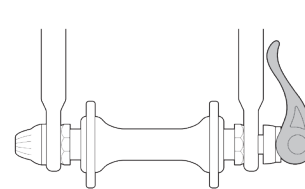
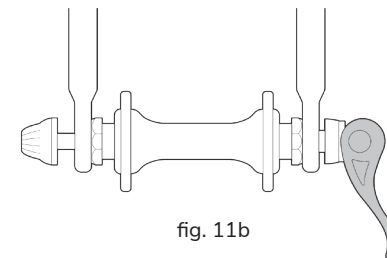
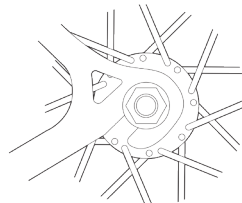

fig. 11a
fig. 11b
fig. 13
2. Falls Ihr Fahrrad über ein Vorderradhaltesystem mit Spannmechanismus verfügt (Schnellspannmechanismus), bewegen Sie bitte den Spannerhebel von der Position "verriegelt" oder "GESCHLOSSEN" in die Position "OFFEN" (Abb. 11a, Abb. 11b). Gehen Sie anschließend zu Schritt (4) über.
1. Falls Ihr Fahrrad über ein Vorderradhaltesystem mit Spannmechanismus (Schnellspannmechanismus) verfügt, bewegen Sie bitte den Spannerhebel vom Rad weg (Abb. 11b). Der Hebel befindet sich somit in der Position "OFFEN". Sollte Ihr Fahrrad über ein Haltesystem mit Steckschraube oder anschraubbarem Vorderrad verfügen, gehen Sie bitte zum nächsten Schritt über.
3. Sollten Sie über einen traditionellen Spannmechanismus verfügen, halten Sie den Spannerhebel mit Ihrer rechten Hand in der Position "OFFEN" (Abb. 11b) und ziehen Sie gleichzeitig die Stellmutter mit Ihrer linken Hand an, bis diese handfest angezogen gegen den Gabel-Dropout drückt (Abb. 8a). Bei einem Spanner-und-Außenring-System rasten die Stellmutter und der Außenring im versenkten Bereich der Gabel-Dropouts ein, sodass keinerlei Einstellung erforderlich sein müsste.
- (a) Bei einem Spannsystem (Schnellspannsystem) muss der Spannerhebel nach oben bewegt und in die Position "GESCHLOSSEN" geschwenkt werden (Abb. 11a). Der Hebel sollte nun parallel zum Gabelblatt und in Richtung des Rads gebogen sein. Damit Sie ausreichend Spannkraft anwenden können, sollten Sie Ihre Finger zwecks Hebelwirkung um das Gabelblatt legen. Zudem sollte der Hebel einen klaren Abdruck auf Ihrer Handfläche hinterlassen.
4. Bei einem Spannmechanismus muss der Hebel des Schnellspanners in die Position "OFFEN" geschwenkt werden (Abb. 11b). Lösen Sie bei einem Steckschrauben- oder Anschraubmechanismus das/die Befestigungselement(e) mit einem geeigneten Schraubenschlüssel, alternativ den Spannkopf oder den integrierten Hebel (Abb. 12); schieben Sie das Rad anschließend so weit nach vorn, dass Sie die Kette aus dem Ritzel nehmen können.
1. Bei einem Spannsystem (Schnellspannsystem) muss der Spannerhebel in die Position "OFFEN" geschwenkt werden (Abb. 11b). Der Hebel sollte sich auf der Seite des Rads befinden, die entgegengesetzt dem Schaltwerk und dem Leerlaufritzel liegt.
6. Bei einem Spannsystem (Schnellspannsystem) muss der Spannerhebel nach oben bewegt und in die Position "GESCHLOSSEN" geschwenkt werden (Abb. 11a). Der Hebel sollte nun parallel zu den Sitzstreben oder zur Kettenstrebe und in Richtung des Rads gebogen sein (Abb. 13). Damit Sie ausreichend Spannkraft anwenden können, sollten Sie Ihre Finger zwecks Hebelwirkung um das Gabelblatt legen. Der Hebel sollte gleichzeitig einen klaren Abdruck auf Ihrer Handfläche hinterlassen.